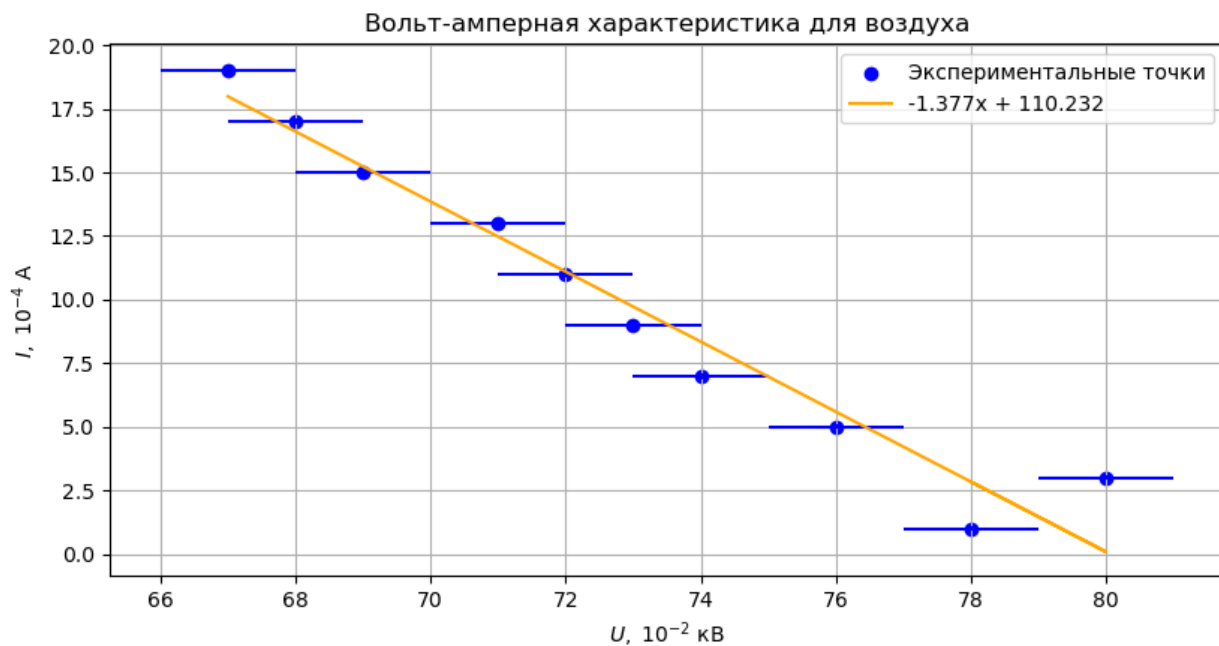

Рис. 4: Вольт-амперная характеристика стабилovolьта для воздуха.
7) Установим в камере давление, соответствующее минимальному значению напряжения (0.17 торр), и снимем ВАХ стабиловольта. Результаты занесём в таблицу 2 и построим график соответствующей зависимости (рисунок 4).